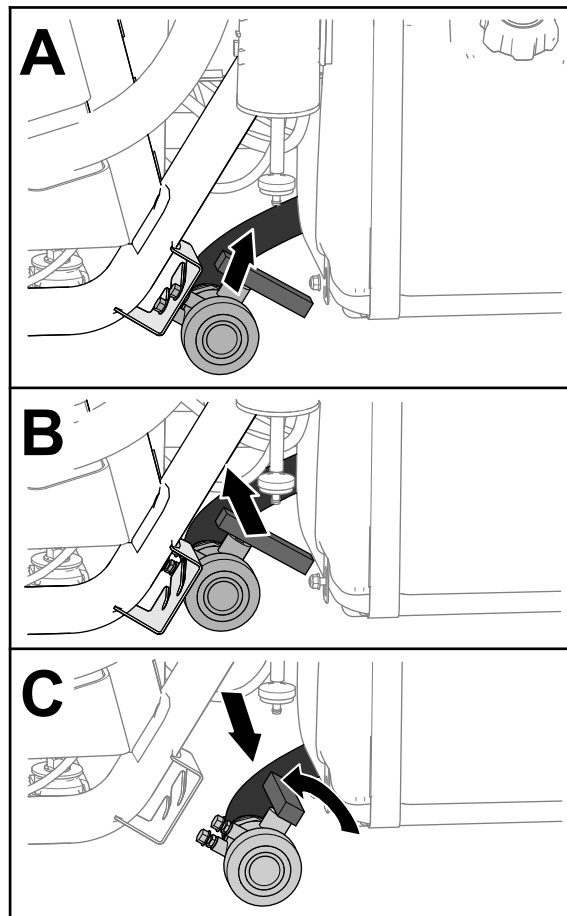

Рисунок 28
2. Найдите сливной клапан бака с левой стороны машины впереди топливного бака (Рисунок 28).
3. Поднимите клапан, чтобы переместить его по направлению внутрь машины и чтобы его монтажные штыри вышли из пазов кронштейна сливного клапана, затем переместите клапан назад (Рисунок 28).
4. Направьте конец клапана в сливную емкость и поверните ручку клапана против часовой стрелки в открытое положение (Рисунок 28).
положение и установите клапан на кронштейн сливного клапана (Рисунок 28).